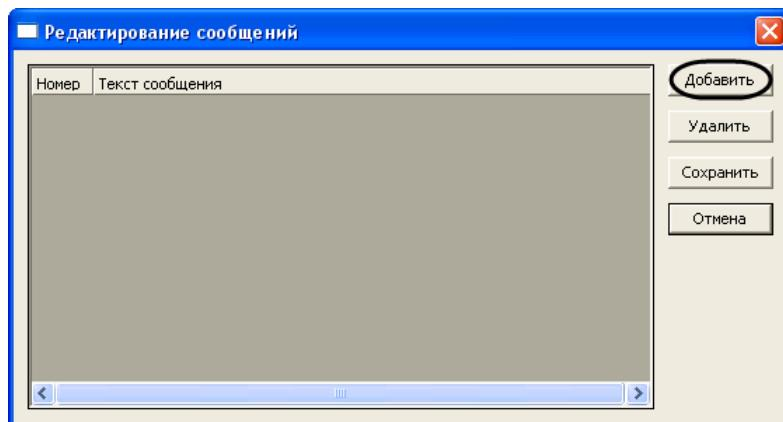

Рис. 3.6-5 Диалоговое окно Редактирование сообщений
- В результате выполнения операции откроется диалоговое окно **Редактирование сообщений** (Рис. 3.6-5).
- Для добавления нового сообщения в список сообщений нажать кнопку **Добавить** (см. Рис. 3.6-5)